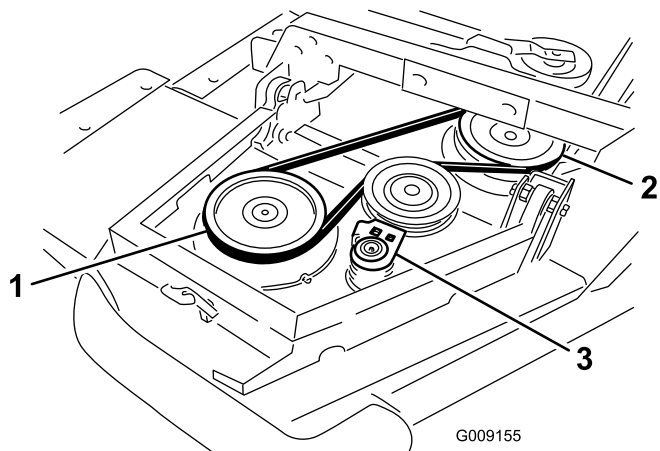

Figura 5
- A. Iniziate disponendo la cinghia attorno alla puleggia del fusello dell'aletta e alla puleggia del fusello del piatto anteriore (Figura 5).
tendicinghia lontano dalle pulegge (Figura 5).